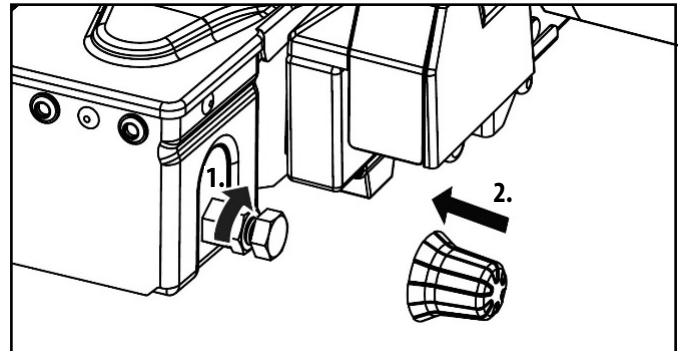

Bild 16: Einstellen des Schnellverschlusses
- Ziehen Sie die Kontermutter fest (Bild 16).